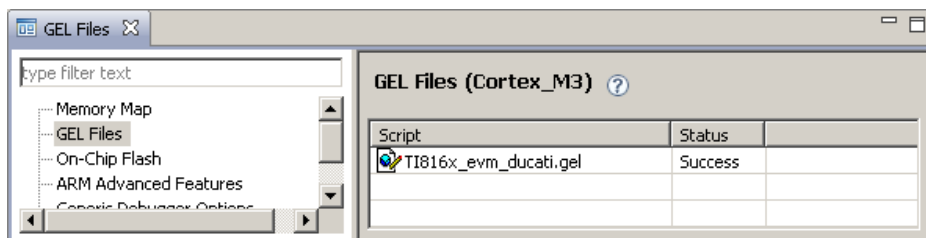

图 1-2-20
1. 选中 CortexM3_ISS 核并载入 gel 文件 TI816x_evm_ducati.gel，位于 D:\DSPresearch\Capture_Display_test_package\gel 目录下。载入 gel 文件后如图 1-2-20 所示：